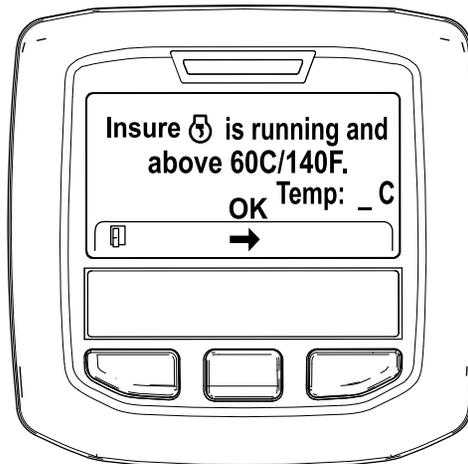

Рисунок 45
5. Если температура охлаждающей жидкости ниже 60 °C (140 °F), появится сообщение «Insure is running and above 60C/140F» («Убедитесь, что двигатель работает и температура выше 60 °C / 140 °F»). (Рисунок 45).